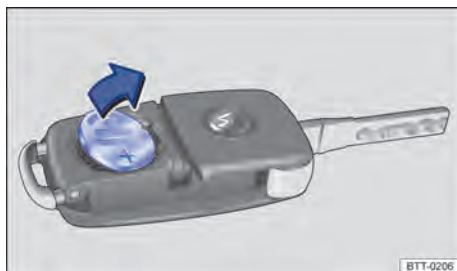

Fig. 18 Chave do veículo com comando remoto: remover a bateria.
- Remover a bateria do alojamento da bateria com uma ferramenta adequada → Fig. 18.
- Posicionar a nova bateria conforme indicado → Fig. 18 e pressionar no sentido contrário ao da seta para dentro de alojamento da bateria → .